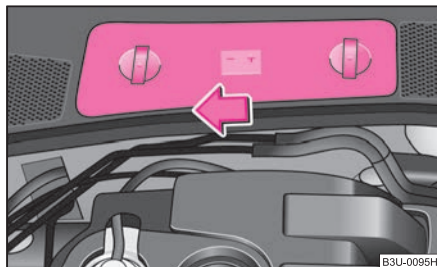

Abb. 178 Motorraum:
- Drücken Sie die Abdeckung in Pfeilrichtung ⇒ Abb. 178.